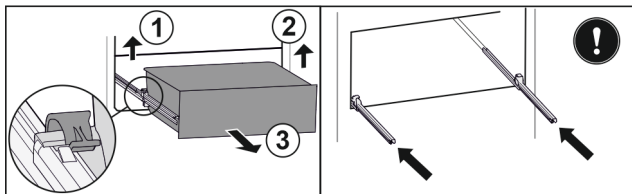

Fig. 101
- Løft den venstre klemme, og træk samtidigt skuffen i venstre side fremad. Fig. 101 (1)
- Løft den højre klemme, og træk samtidigt skuffen i højre side fremad. Fig. 101 (2)
- Tag skuffen ud fremefter. Fig. 101 (3)